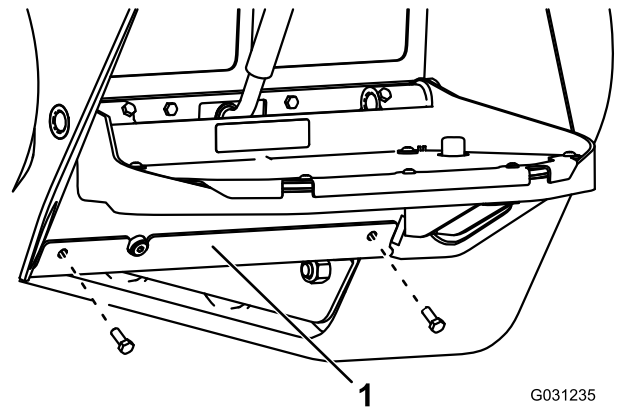

Figure 69
4. Enlevez les 2 boulons de fixation de la plaque inférieure et déposez la plaque (Figure 69).
8. Posez la plaque inférieure (Figure 69).